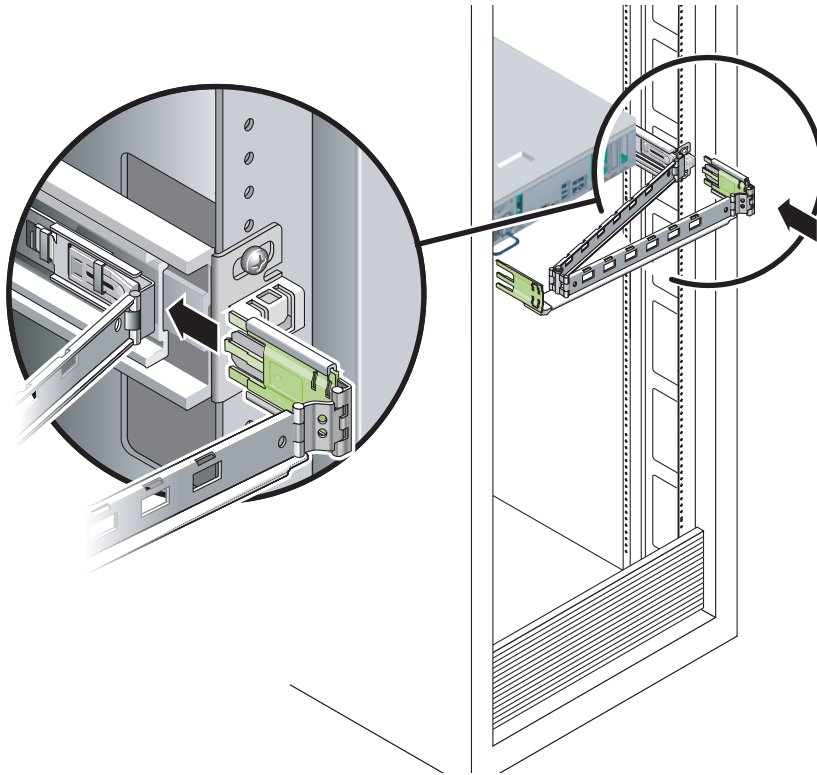

FIGURA 2-10 Montaggio del connettore CMA esterno
- 3. Inserire l'estensione più grande all'estremità della guida di destra (FIGURA 2-10).**